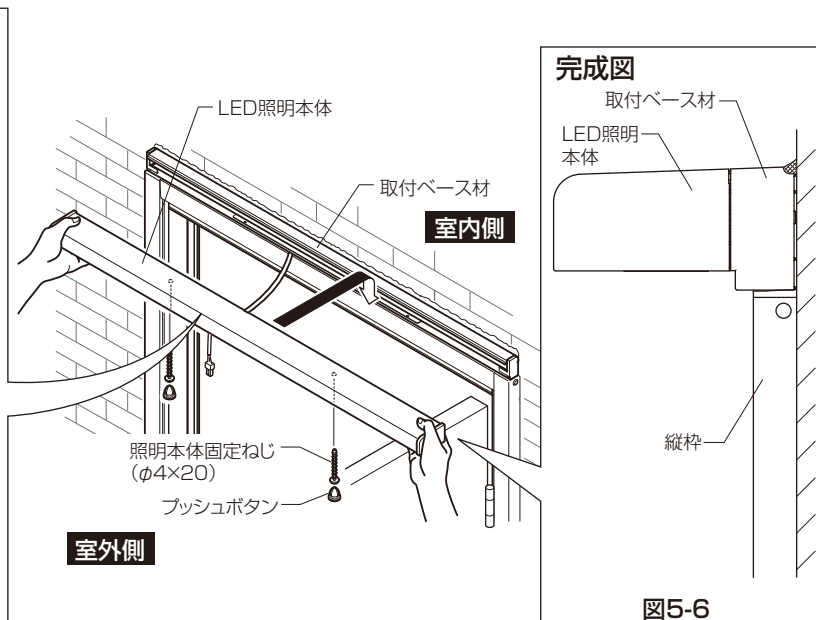

図5-6
- ②取付け後に、取付ベース材と照明本体の上面に段差(高低差)がないことを確認してください。(図5-6参照)